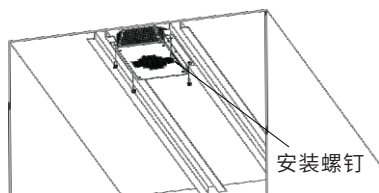

图6.32 暗装固定螺钉状态示意图
(2)暗装在轿厢隔层内部根据安装支架开孔，取出附件包内4颗M6组合螺钉、4颗M6平垫、4颗M6螺母，固定在产品对应孔位上，如图6.32；